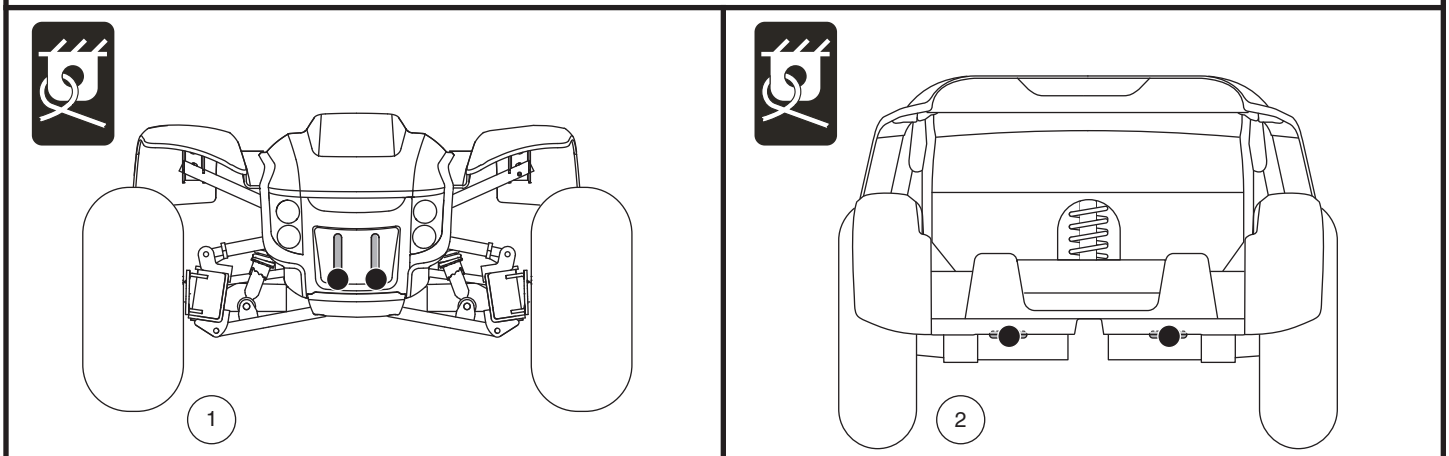

Figure 9. Points d'ancrage (identifié avec des points noirs)
Le véhicule doit toujours être ancrés face à l'avant du véhicule. Fixez les quatre (4) courroies aux points d'ancrage désignés sur le véhicule. Voir la figure 9. Serrez-bien les courroies pour retirer le jeu excessif. N'attachez jamais le véhicule par ses composants réglables ou mobiles tels que les accoudoirs, capots ou roues. Ces articles devraient être enlevés. Positionnez les points d'ancrage arrière des courroies directement derrière le véhicule. Les points d'ancrage avant sont disposés plus loin de chaque côté du véhicule afin d'augmenter la stabilité latérale.